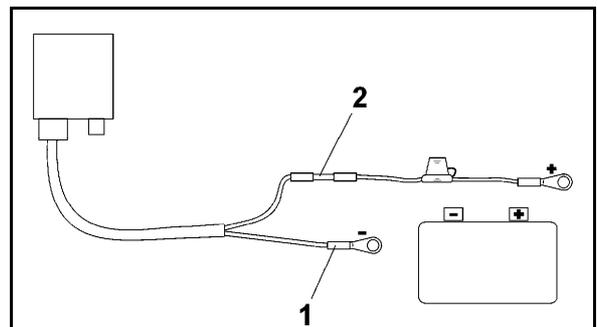

Fig. 5
4. Blaue Kabelader (Masse) in loser Ringzunge einführen (Fig. 5/1).
6. Braune Kabelader (+ 12 Volt) in freies Ende vom Stoßverbinder (Fig. 5/2) einführen
8. Stoßverbinder (Fig. 5/2) mit Wärmequelle (Feuerzeug oder Heißluftfön) einschrumpfen bis der Kleber austritt